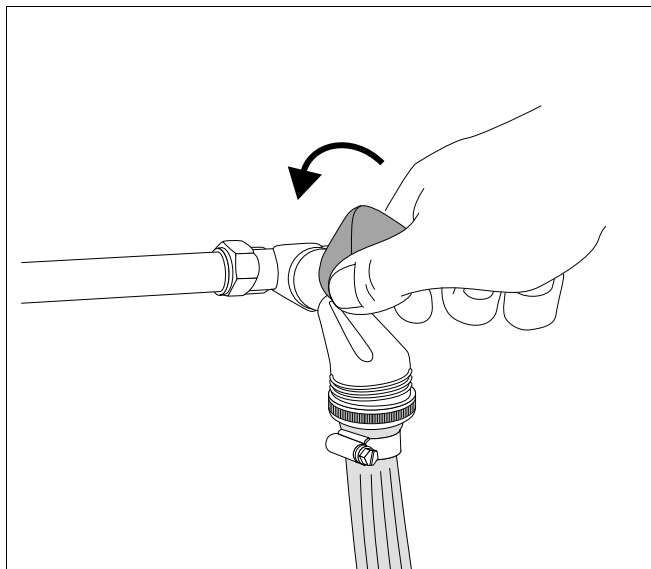

Рис. 67 Открытие водопроводного крана и наполнение отопительной установки
- Определите давление по показаниям медленно заполнить отопительную установку (рис. 67).